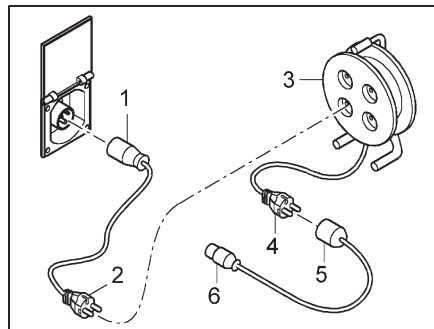

Bild 178 Anschlussmöglichkeiten 230-V-Anschluss
- CEE 17 Anschlusskupplung mit Schutzkontakt (Bild 178,1) – Stecker mit Schutzkontakt (Bild 178,2)
- Steckdose mit Schutzkontakt (Bild 178,3) – Stecker mit Schutzkontakt (Bild 178,4)
- Anschlusskupplung mit Schutzkontakt (Bild 178,5) – CEE 17 Stecker mit Schutzkontakt (Bild 178,6)